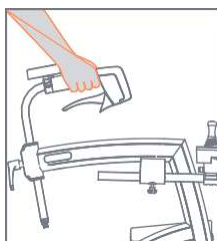

Figura 26: Conducir.
- Mientras camina, mantenga los dedos sueltos alrededor de las empuñaduras de espuma (**Figura 26**). También puede mantenerlos alrededor de las manetas de los frenos, con el pulgar en el interior del mango.